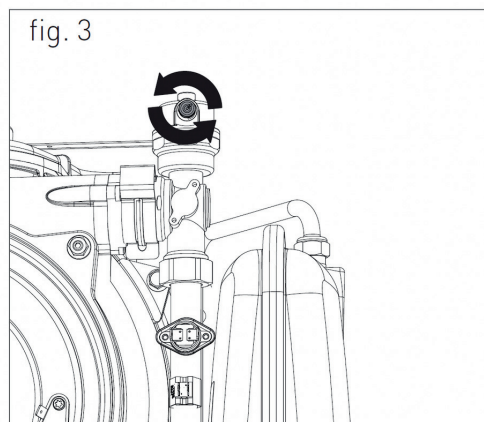

fig. 3
2. Desfaceți ușor capacul supapei de aerisire aflate în partea superioară a schimbătorului în condensare (fig. 3) pentru a evacua aerul din partea superioară a sistemului
ÎNCHIDEȚI SUPAPELE DE AERISIRE ALE RADIATOARELOR ȘI SUPAPA DE AERISIRE AFLATĂ ÎN PARTEA SUPERIOARĂ DREAPTA A SCHIMBĂTORULUI ÎN CONDENSARE (FIG. 3).